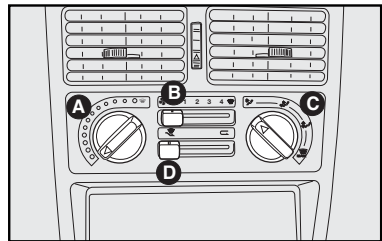
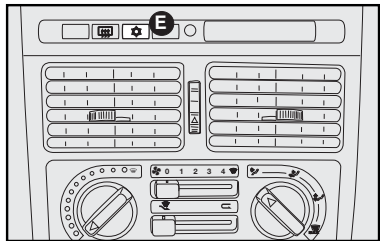

fig. 34
fig. 34a
MANDOS fig. 34 y fig. 34a
4) Climatizador: presione el pulsador  **E**-fig. 34a y mueva el cursor **D**-fig. 34 hasta la posición .
Con el cursor **D-fig. 34** en posición  se activa sólo la recirculación del aire interior.